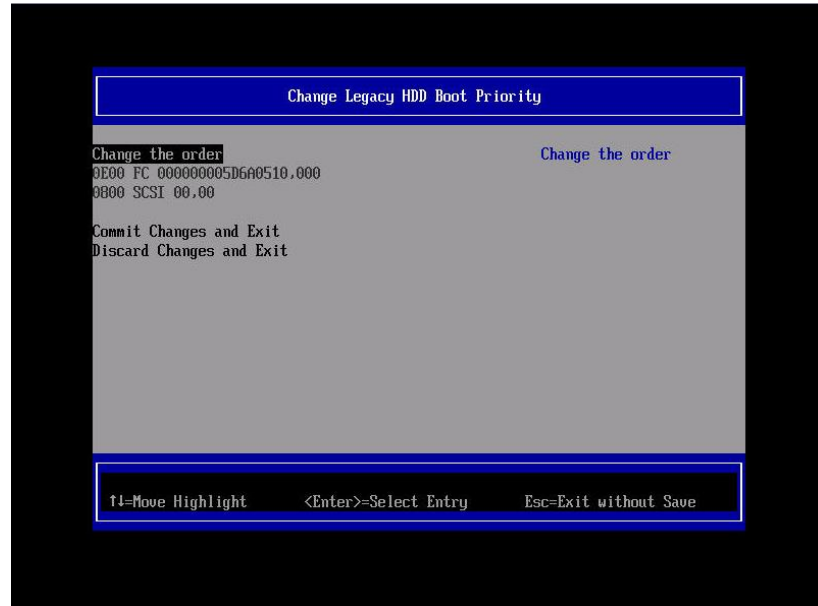

図 5.9 [Change Legacy HDD Boot Priority (HDD の順位)] 画面
5.[Enter] キーを押すと直前の「図 5.9 [Change Legacy Boot Order (デバイスの順位の設定)] 画面」に戻ります。[Commit Change and Exit] を選択し、[Enter] キーを押します。